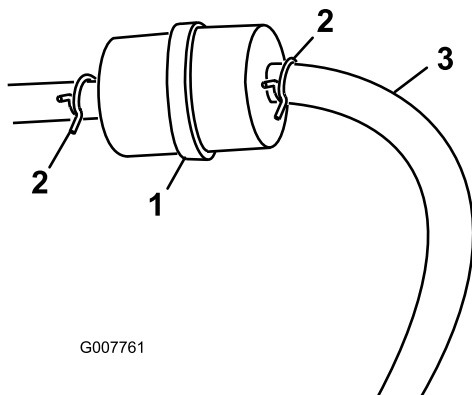

Bild 30
3. Drücken Sie die Enden der Schlauchklemmen zusammen und schieben Sie sie vom Filter weg (Bild 30).
5. Setzen Sie einen neuen Filter ein und schieben Sie die Schlauchklemmen an den Filter heran (Bild 30).
3. Lockern Sie die Schlauchklemme am Kraftstofffilter und schieben Sie sie an der Kraftstoffleitung weg vom Kraftstofffilter (Bild 30).
4. Schließen Sie die Kraftstoffleitung vom Kraftstofffilter ab (Bild 30).
Hinweis: Lassen Sie das Benzin in einen Benzinkanister oder eine Auffangwanne ablaufen (Bild 30).
5. Bringen Sie die Kraftstoffleitung am -filter an. Schieben Sie die Schlauchklemme ganz an den Kraftstofffilter heran, um die Kraftstoffleitung zu befestigen (Bild 30).